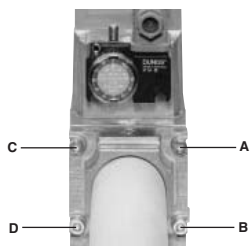
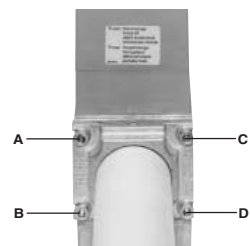

Рис. 10
Рис. 11
1. Раслабить винты А и В, но **не снимать** их (Рис. 10 и Рис. 11)
2. Отвинтить винты С и D (Рис. 10 и Рис. 11)